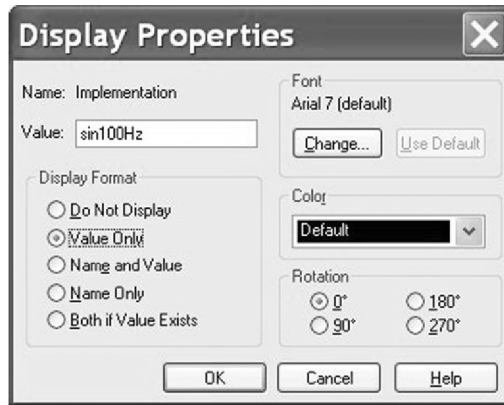
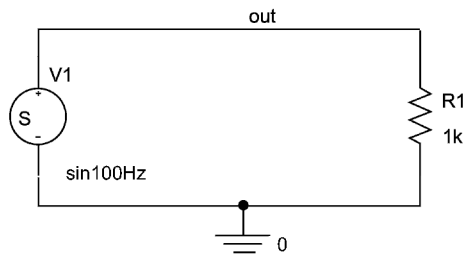

图 6.20 设置信号源名称显示
图 6.21 只显示信号源名称
6. 在 Capture 中，信号源的实现名称也显示在 V1 上。如图 6.20 所示，双击 **Implementation = sin100Hz** 然后选择 **Value Only**，这样就能仅显示信号源的名称，更加简洁，如图 6.21 所示。